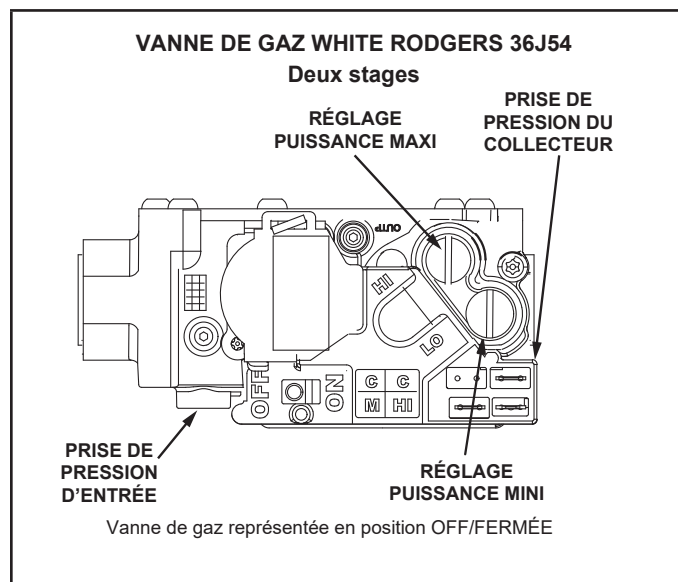
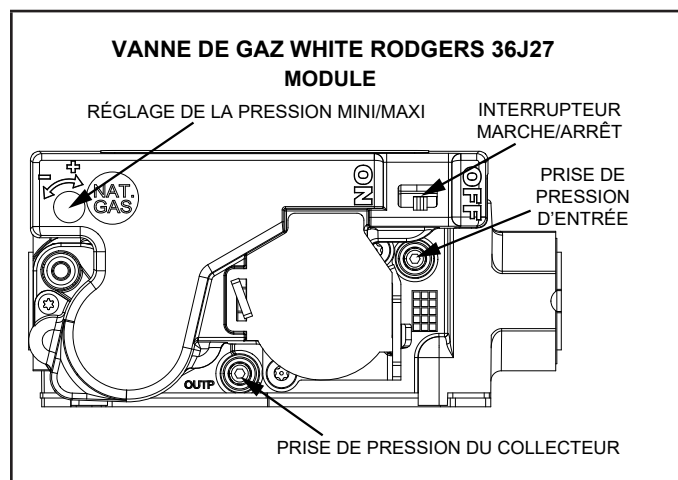

FIGURE 4
FIGURE 5
- 5 - Mettez l'interrupteur de la vanne de gaz sur **OFF/FERMÉE**. Reportez-vous à la FIGURE 4 et à la FIGURE 5.
- 6 - Attendez cinq (5) minutes pour vous assurer que tout le gaz a eu le temps de se dissiper. En cas d'odeur de gaz, **ARRÊTEZ!** Appelez immédiatement le fournisseur du gaz depuis chez un voisin et conformez-vous à ses instructions. S'il n'y a pas d'odeur de gaz, passez au point suivant.
- 7 - Mettez l'interrupteur de la vanne de gaz sur **ON/OUVERTE**. Reportez-vous à la FIGURE 4 et à la FIGURE 5.
Sur la vanne White Rodgers 36J54 (FIGURE 4), la pression d'alimentation peut être mesurée en retirant la vis à tête hex. de 1/8 po. Retirez la vis à tête hex de 1/8 po et installez un raccord ébarbé. Connectez un tube entre le raccord ébarbé et l'appareil de mesure pour mesurer la pression d'alimentation.
Sur la vanne White Rodgers 36J27 (FIGURE 5), repérez la prise de pression d'entrée de 5/16" située sur le dessus de la vanne. À l'aide d'une clé hexagonale de 3/32 pouces, tournez la vis de la prise de pression de sortie d'un tour dans le sens inverse des aiguilles d'une montre. Connectez un morceau de tuyau de 5/16" de diamètre intérieur sur la prise et acheminez-le jusqu'à l'appareil de mesure. Ouvrez la vanne d'alimentation principale manuelle.
Sur les vannes White Rodgers 36J54 (FIGURE 4), retirez le raccord ébarbé de pression d'alimentation et remettez la vis à tête hex de 1/8 po.
Sur la vanne White Rodgers 36J27 (FIGURE 5), retirez le tuyau de la prise. À l'aide d'une clé hexagonale de 3/32", tournez la vis de la prise de pression d'entrée dans le sens des aiguilles d'une montre pour obturer l'orifice de pression.
Pour mesurer la pression du collecteur avec une vanne White Rodgers 36J54 (FIGURE 4), retirez la vis à tête hex de 1/8 po, installez un raccord ébarbé de 1/8 po et installez un tube entre le raccord ébarbé et le côté « + » de l'appareil de mesure.
Pour la pression du collecteur avec une vanne White Rodgers 36J27 (FIGURE 5), repérez la prise de pression du collecteur de 5/16" située sur le dessus de la vanne. À l'aide d'une clé hexagonale de 3/32 pouces, tournez la vis du robinet de pression de sortie d'un tour dans le sens inverse des aiguilles d'une montre. Placez un tuyau de 5/16 pouces de diamètre intérieur sur la prise et acheminez-le jusqu'à l'appareil de mesure.
- 5 - Si nécessaire, réglez la pression du collecteur. FIGURE 4 La FIGURE 30 et la FIGURE 5 indiquent l'emplacement des vis de réglage.
Sur les vannes White Rodgers 36J54 (FIGURE 4), retirez le raccord ébarbé de 1/8 po et remettez la vis à tête hex de 1/8 po.
Sur la vanne White Rodgers 36J27 (FIGURE 5), retirez le tuyau de la prise. À l'aide d'une clé hexagonale de 3/32", tournez la vis de la prise de pression du collecteur dans le sens des aiguilles d'une montre pour obturer l'orifice de pression.